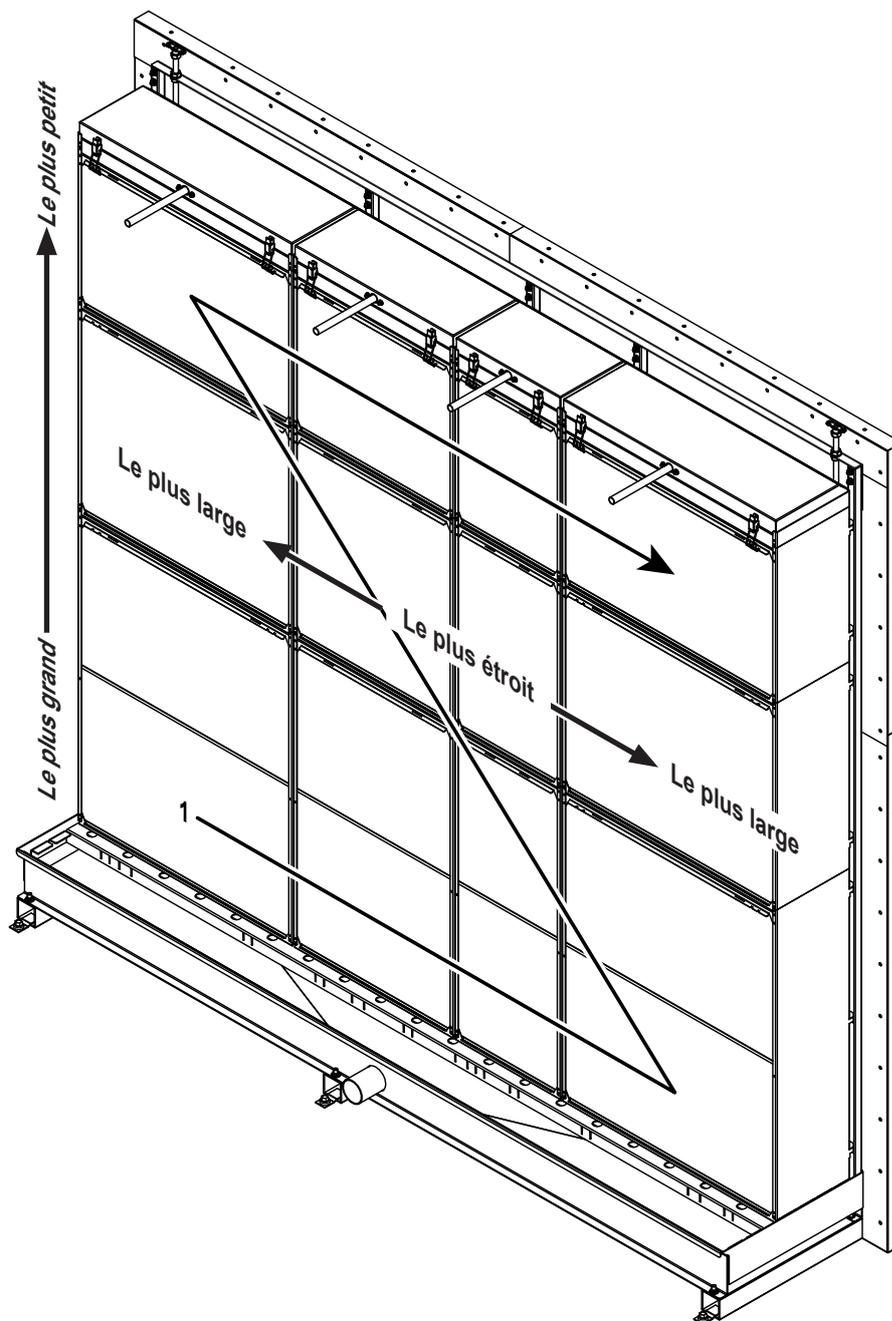

Fig. 19 : Ordre de montage et positionnement des cassettes d'évaporation
**Remarque :** les cassettes d'évaporation les plus étroites doivent être positionnées à proximité du centre de la cuve, tandis que les plus larges doivent être placées sur les extrémités droite et gauche de la cuve (cf. Fig. 19).